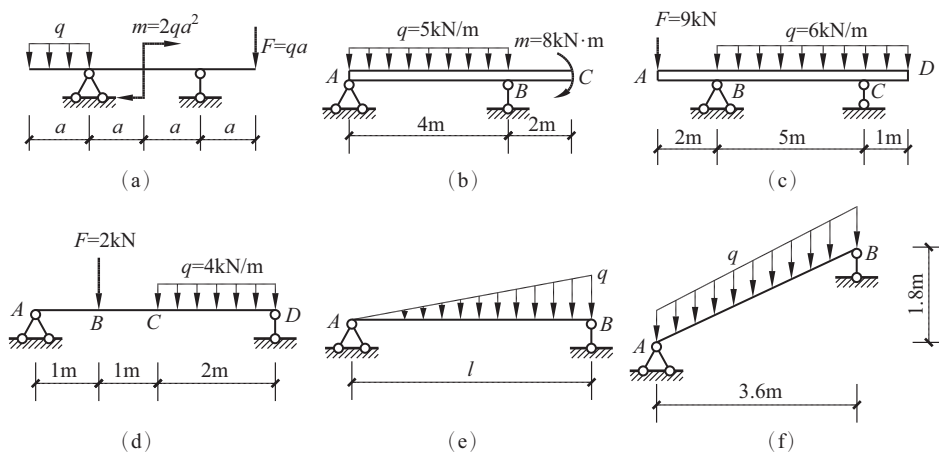

图 5-36 习题 4 图
4. 用简捷法画图 5-36 所示各梁的内力图,并确定 $|F_{Qmax}|$ 和 $|M_{max}|$ 。